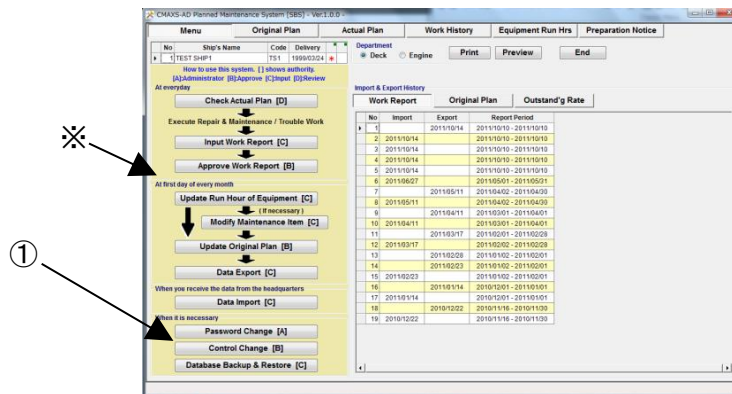

図 14-1 Menu 画面
(1) "Menu"画面 (図 14-1)上で、[Control Change]ボタンを選択してください。